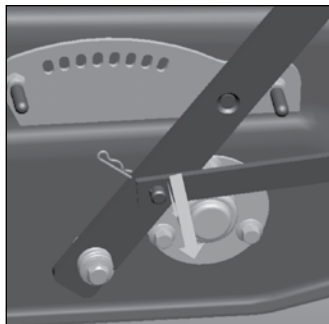

Рис. 11
2. Потяните рычаг в направлении стрелки и снимите его со штифта (рис. 11).